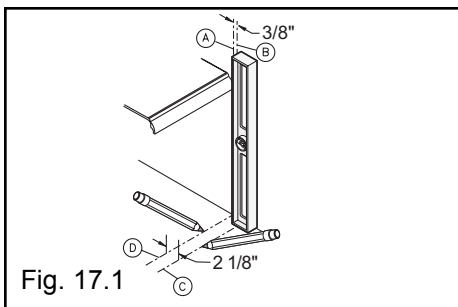

Fig. 17.1
Place the bathtub in its exact location. Set the level against the bathtub and trace a vertical line to the floor (A). Trace a second line 3/8 of an inch towards the outside (B). Fig. 17.1.
On the floor, trace a line perpendicular to the one already traced on the wall (C) and a second line 2 1/8 in. from it towards the inside (D). Fig. 17.1.
Placer la baignoire dans son emplacement exact. Appuyer le niveau contre la baignoire et tracer une ligne verticale jusqu'au plancher (A). Tracer une seconde ligne à 3/8" de celle-ci vers l'extérieur (B). Fig. 17.1.
Sur le plancher tracer une ligne perpendiculaire à celle déjà tracée sur le mur (C) et une seconde ligne à 2 1/8" de cette dernière vers l'intérieur (D). Fig. 17.1.
Colocar la bañera en su emplazamiento exacto. Apoyar el calibre contra la tina de baño y trazar una línea vertical hasta el piso (A). Trazar una segunda línea a 3/8" de ésta hacia el exterior (B). Fig. 17.1.
En el piso, trazar una línea perpendicular a la que se ha trazado en la pared (C) y una segunda línea a 2 1/8 pulgadas de ésta hacia el interior (D). Fig. 17.1.